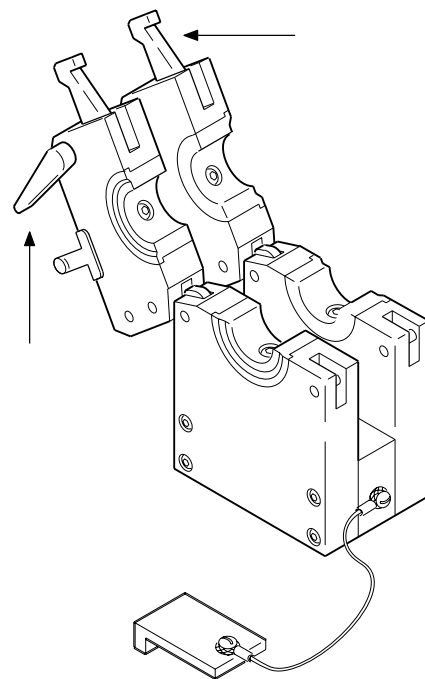

Рисунок 28. Рычажный кулачок и защелка
6. Проверьте плавность работы рычажного кулачка и защелки. См. рисунок 28.